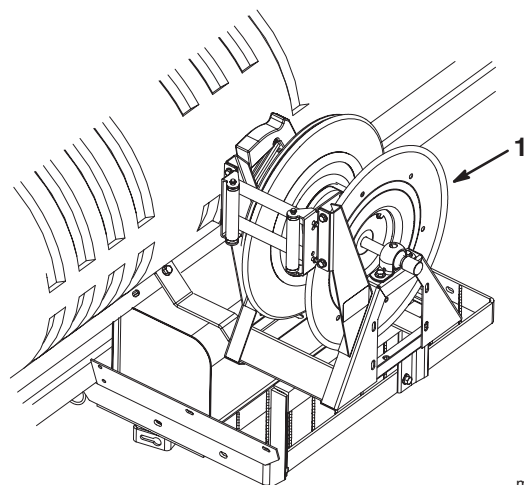

Figure 3
5. Fixez l'ensemble dévidoir aux barrettes de maintien (Fig. 3) à l'aide de 4 boulons à embase (3/8 x 1 pouce) et de 4 écrous à embase (3/8 pouce).